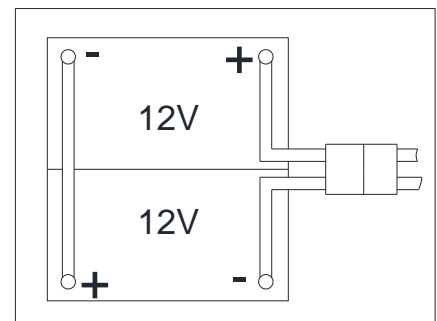

Abbildung 3
Die Maschine benötigt zwei 12 V Batterien, verbunden gemäß schematischer Darstellung (Abb. 3).
1. Öffnen Sie den Deckel des Schmutzwassertanks (1), vergewissern Sie sich, dass der Schmutzwassertank (25) leer ist oder entleeren Sie ihn über den Ablaufschlauch. (22)
2. Schließen Sie den Schmutzwassertankdeckel (1).
3. Drehen Sie den Schmutzwassertank (25) vorsichtig um.
5. Verlegen und installieren Sie das Batteriekabel, wie in (Abbildung 3) gezeigt, und ziehen Sie dann vorsichtig die Mutter auf jeder Batterieklemme an.
6. Versehen Sie jede Klemme mit einer Schutzkappe und schließen Sie den Batteriestecker (54) an.
7. Senken Sie den Schmutzwassertank (25) vorsichtig ab.